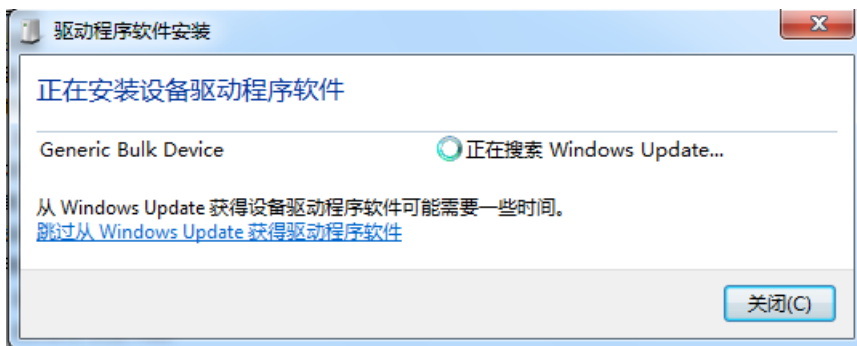

图 3-30 查找驱动程序
- (10)重新编译工程（Rebuild Project），此时编译通过。
- (11)点击绿虫子，烧录程序，并进入调试（DEBUG）界面。
- (12) 将 Power Select Switch 开关拨到 DEVICE 位置，运行程序（单机 Resume 按钮或者按 F8 快捷键）。首次运行程序时会提示安装相应驱动。如图 3-30 所示。此时操作系统会去相应目录下查找合适的驱动程序。